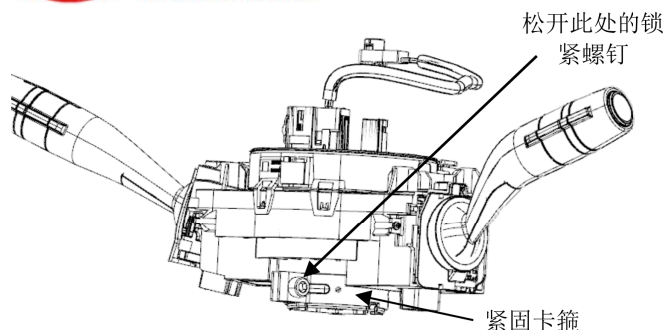

图 4-6
① 拔下连接在组合开关上的接插件。
② 用 T30 松开组合开关的紧固卡箍，将组合开关上的倒扣撬起后，将组合开关沿管柱柱筒取下。如图 4-6、4-7 所示。